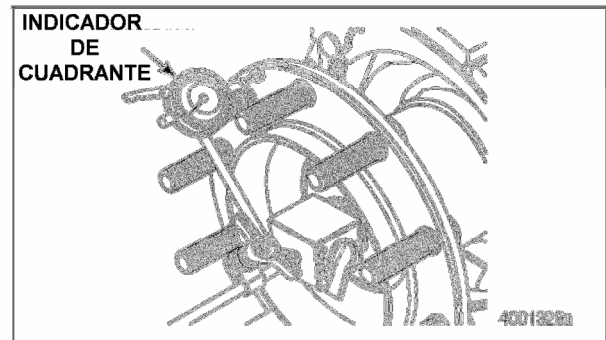

Figura 13.12
4. Reemplace la rueda y el tambor. Fije la base magnética de un indicador de cuadrante al extremo de la mangueta. Figura 13.12. Toque el vástago del indicador perpendicularmente contra la cara del ensamble del extremo de rueda